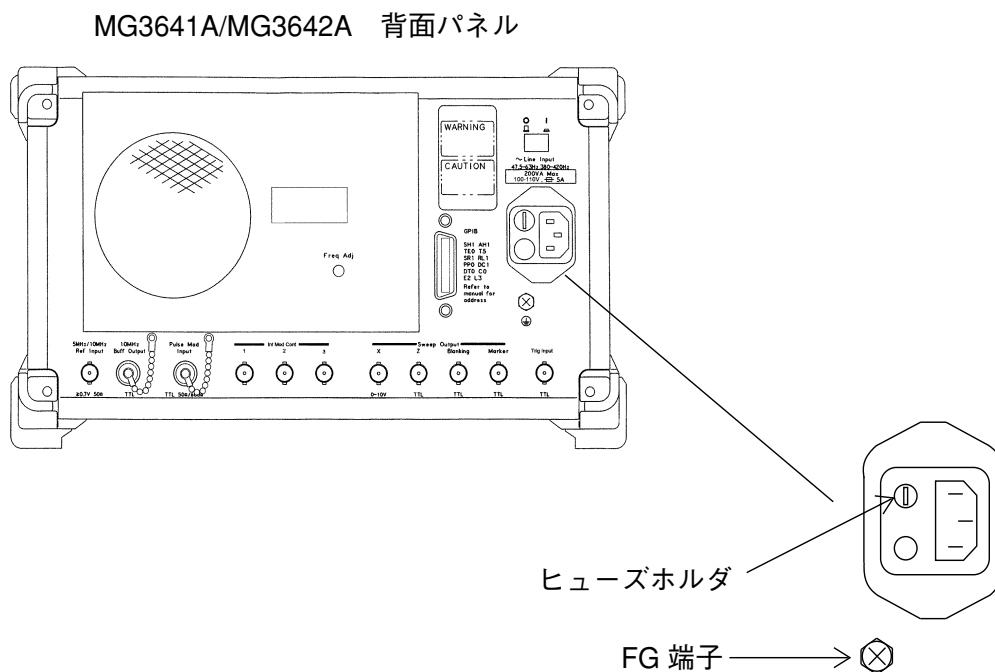

図 2-3 FG 端子
3極電源コンセントがなく、変換アダプタの緑色の接地線で接地することが困難な場合には、図2-3 に示す FG 端子を直接、大地電位へ接続して下さい。
このヒューズは、図 2-3 に示すヒューズホルダに収めて使用します。
2.	図 2-3 に示すヒューズホルダをマイナスドライバで左にまわすと、キャップとヒューズが一体となってヒューズホルダから外れます。